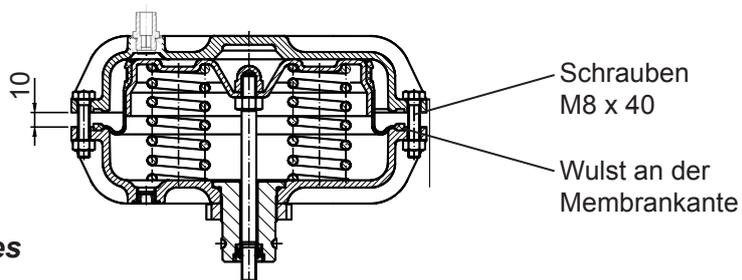

Abb. 24: Öffnen und Schließen des Membranhubantriebs
2. Siehe Abb. 24. Dem Antrieb entsprechend zwei oder mehrere gegenüberliegende Befestigungsschrauben der Gehäuseteile entfernen und durch längere Schrauben ersetzen: bei P21, z. B. werden 2 Schrauben durch M8 x 40 ersetzt, bei P41 werden 6 Gewindestangen M16 x 280 zur Entspannung der Feder vorgesehen.
9. Setzen Sie die Federn und die Membrane mit Membranteller entsprechend "Fo" oder "Fu" in ein Gehäuseteil ein. Bringen Sie den anderen Gehäuseteil an und setzen Sie die (z. B. für P21) zwei längeren Schrauben M8 x 40 ein. Ziehen Sie die Schrauben gleichmäßig an, bis zwischen den Gehäuseteilen ein Spalt von ca. 10mm bleibt (siehe Abb. 24).
10. Prüfen Sie, ob der Wulst an der unteren Kante der Membrane (siehe Abb. 24) sauber in den dafür vorgesehenen Nuten in den Gehäuseteilen liegt. Falls nicht, drücken Sie den Wulst vorsichtig, z. B. mit einem (möglichst abgestumpften) Schraubenzieher in die Nuten ein. Ziehen Sie die Gehäuseteile weiter zusammen und achten Sie dabei auf den Sitz der Membrankante. Mit den Gehäuse-Befestigungsschrauben festschrauben.